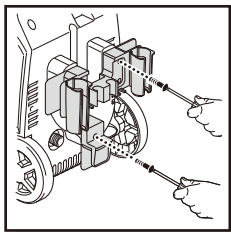

Fig. 1
- Instalar el soporte para accesorios en la parte posterior de su BLUE CLEAN POWER WASHER (Fig. 1). Usted notará que el soporte para accesorios cumple con la parte posterior de la unidad. Verá varios puestos índice masculino femenino que encajan en los agujeros. Los puestos y los orificios permiten una fácil colocación del soporte para accesorios y fácil de apretar los tornillos. Coloque los tornillos en los orificios previstos en el soporte para accesorios y atornillarlos. No use un destornillador potente. Cuando el tornillo está completamente apretado, dar una pequeña final hacia la derecha twist del destornillador. No apretar en exceso.
- El uso de uno de los tornillos suministrados, instale el soporte de cable de energía eléctrica pequeña debajo del soporte para accesorios, de modo que la “L” - la forma titular esté orientada hacia abajo. El cable de alimentación eléctrica puede ahora ser envuelto alrededor del soporte para accesorios y el inferior en forma de “L”, mientras el titular de la hidrolavadora no está en uso (Fig. 1).